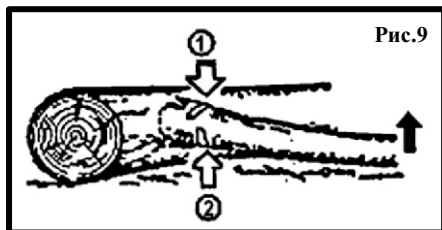

Рис.9
(1)-Начальный рез, (2)-Окончательный рез.
6.8.Резка ветви лежащего дерева (рис.9).